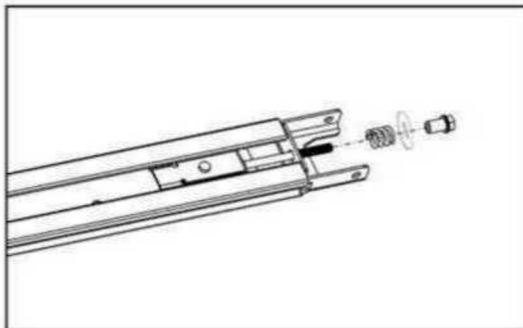

Fig.11
Paso 2. Ajuste la Tuerca y el Resorte, hasta Alcanzar la Tensión Adecuada (Fig.11).